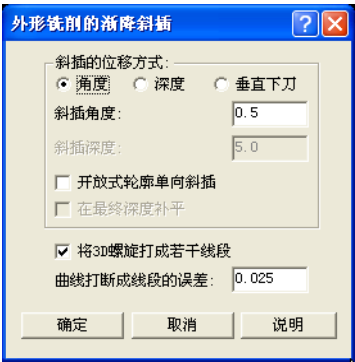

图 1-34 渐降斜插参数
- 4) 单击“渐降斜插”，选择“角度”，输入斜插角度：0.5，单击“确定”退出，如图 1-34 所示。